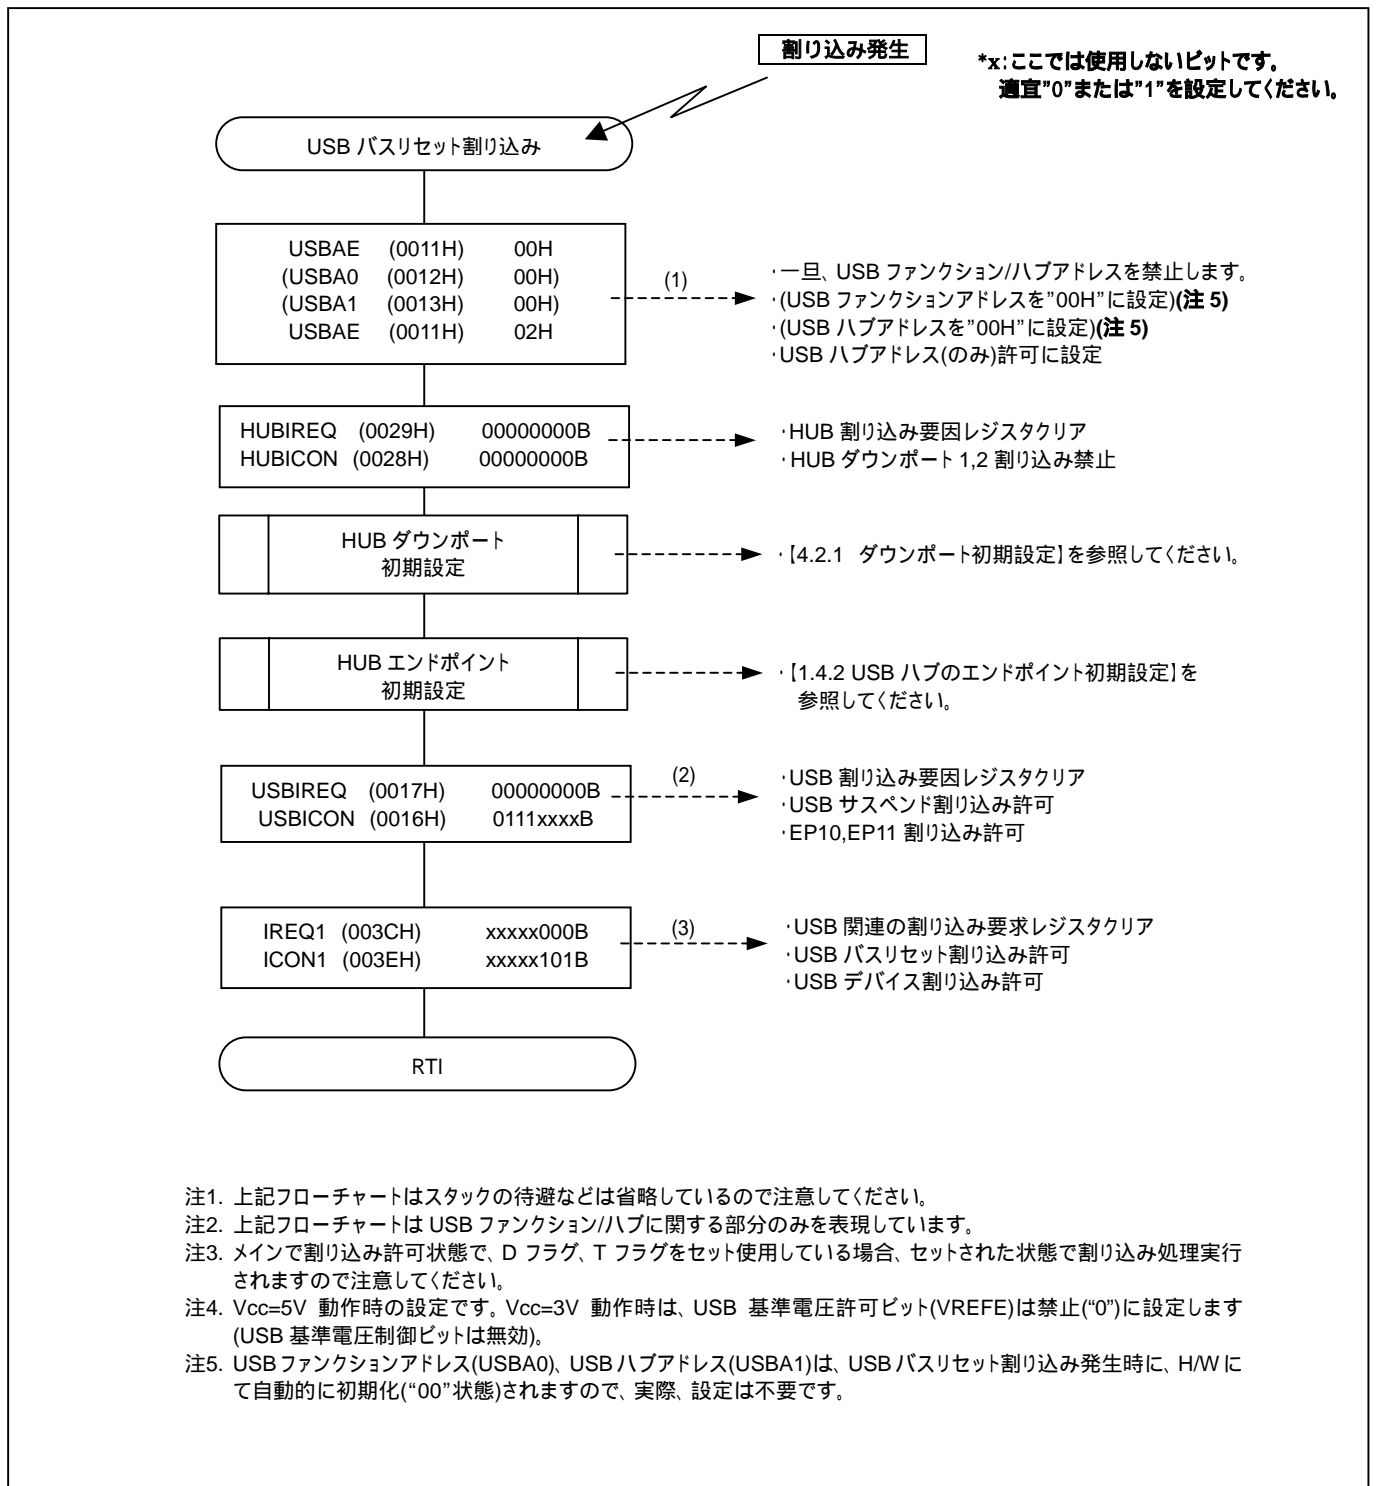

図 2.2 USB バスリセット割り込みルーチン例
その他のUSB関連レジスタの初期設定は、USBバスリセット割り込みにて設定します。詳細は、図 2.2 USBバスリセット割り込みルーチン例も参照してください。
(5) USB バスリセット割り込み処理
- ・USBバスリセット割り込みルーチン例を、図 2.2に示します。
【図 2.2 USBバスリセット割り込みルーチン例】の補足事項は以下の通りです。